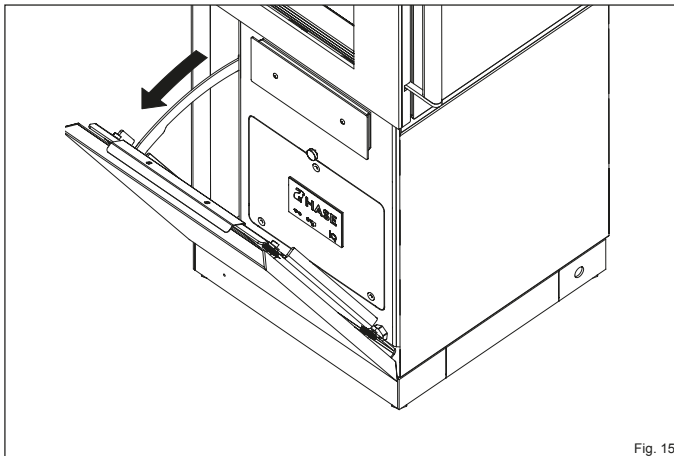

Fig. 15
- ▶ Ouvrez la porte de service (Fig. 15).
- Tirez le bac à cendres hors de l'ouverture par le capot (Fig. 15).